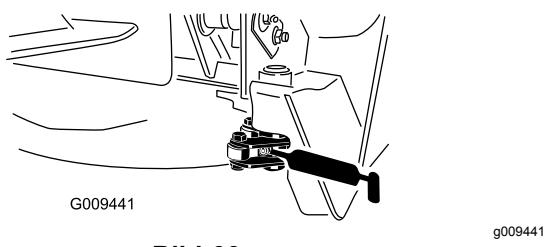

Bild 66
- Zwei Riegeldrehzapfen (Bild 66)